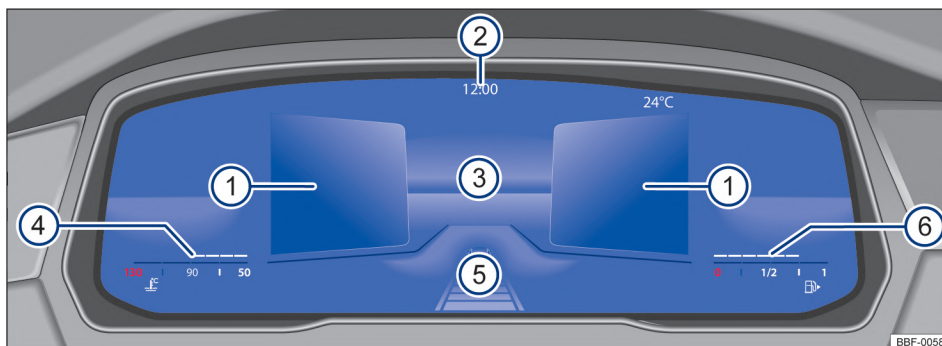

Fig. 11 Active Info Display (variante 2) en el tablero de instrumentos.
Explicaciones sobre los instrumentos → fig. 11:
La exhibición principal → fig. 11 ③ puede alternarse presionando la tecla **View** en el volante multifunción. La representación en el área de indicación puede exhibir las siguientes vistas:
- **Resumen:** después de finalizada la preparación para conducción: exhibición de información sobre el estatus del vehículo en las áreas ①, por ejemplo, posición del cuentakilómetros total.